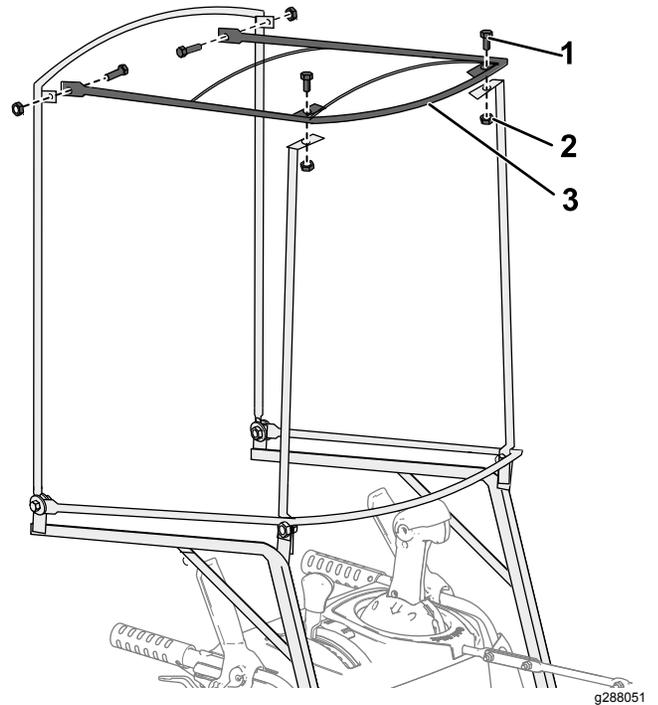

Figure 4
5. Installez le cadre supérieur sur les montants avant et le cadre arrière, comme montré à la Figure 4.